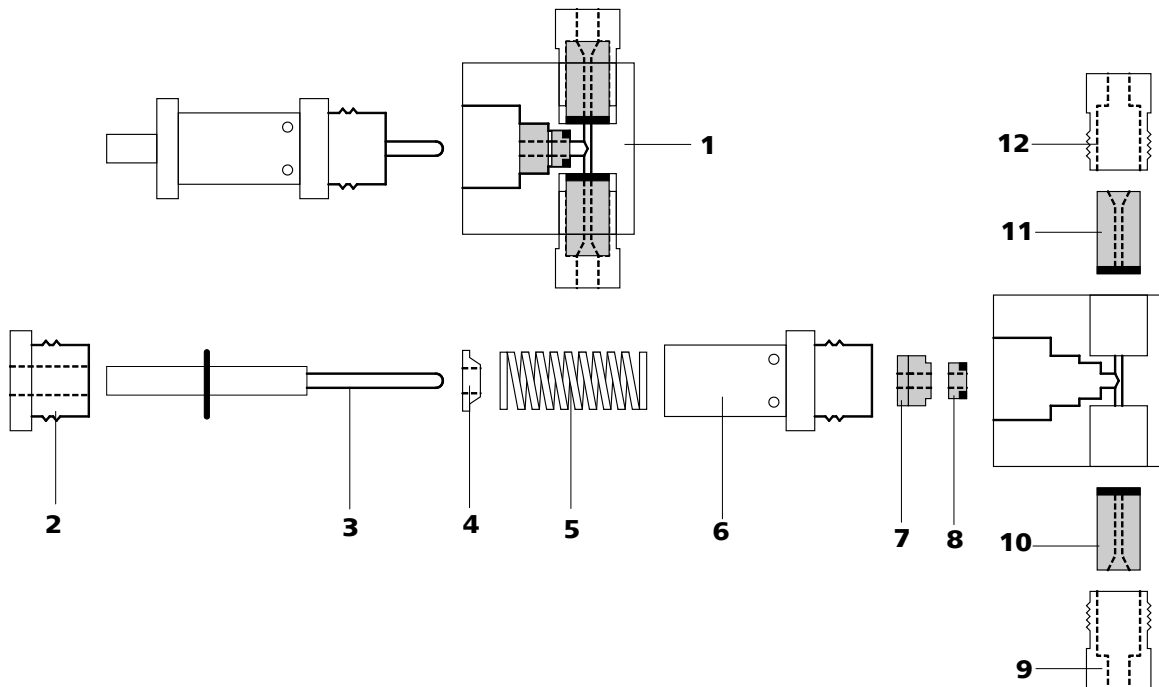

Figura 30 Componentes da cabeça padrão da bomba
- Desmontar a cabeça da bomba (18-4) em todos os seus componentes (ver figura 30, página 65).
Para a escolha correta, é preciso considerar que o líquido deve circular de baixo para cima pela cabeça da bomba. A direção de fluxo das válvulas pode ser verificada ao se assoprar ar pela válvula limpa. As duas válvulas são montadas com a face preta direcionada para a cabeça da bomba (ver figura 30, página 65).
- Remontar os componentes da (18-4) cabeça da bomba (ver figura 30, página 65).